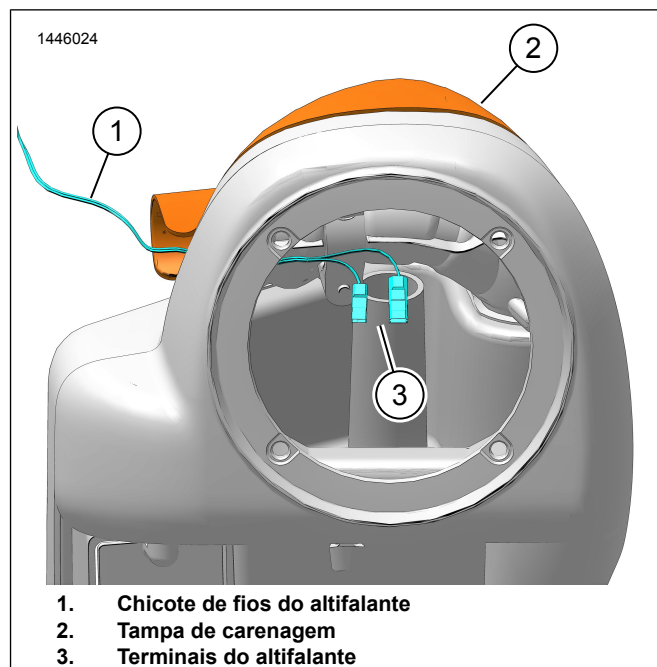

Figura 12. Encaminhamento da cablagem
2. Ver a Figura 12. Encaminhar os terminais do altifalante (3) através da anilha da carenagem inferior.